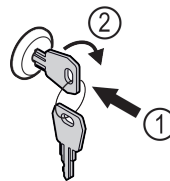

Fig. 92
- ▶ Schlüssel hineindrücken Fig. 92 (1).
- ▶ Schlüssel um 90° im Uhrzeigersinn drehen Fig. 92 (2).